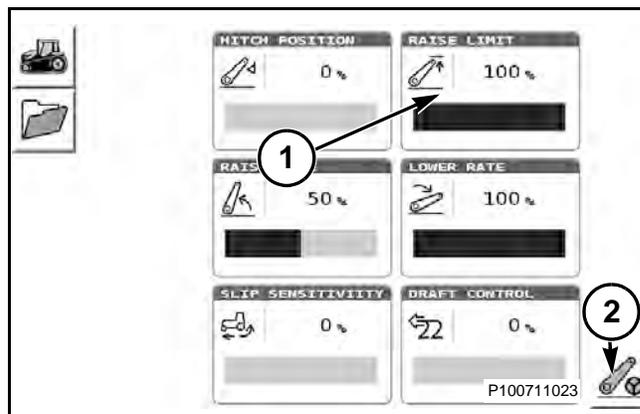

FIG. 172
FIG. 172: Para cambiar selecciones de elemento, desplácese para resaltar la casilla (1) y presione el botón de la rueda de selección. Presione la tecla rígida situada junto al icono de posición de dirección para seleccionar la pantalla siguiente (2).